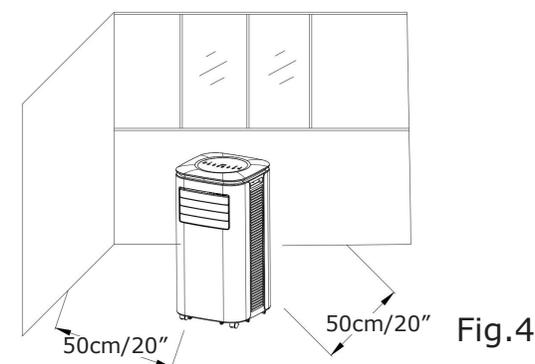

Fig.4
1) Déplacez la machine avec les tuyaux et les raccords installés vers la fenêtre, et la distance entre le corps et les murs ou autres objets doit être d'au moins 50 cm/20" (comme indiqué sur la Fig.4).